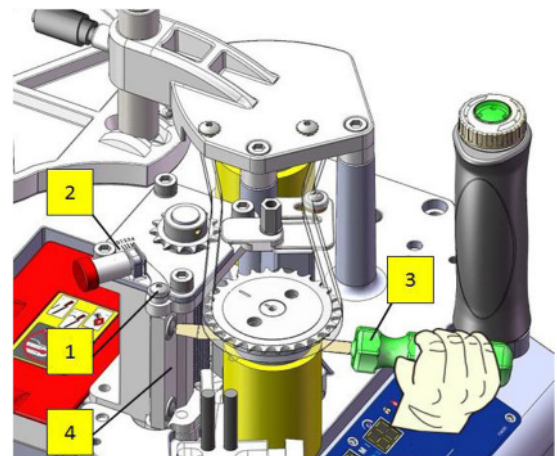

Abb. 17: Zurücksetzen der Abziehklinge
Schritt 1: Die obere Abdeckung des Geräts abnehmen und die Innensechskantschraube (1) lösen.
Schritt 3: Die Abziehklinge (4, Abb.17) mit einem Schraubenzieher zum Anschlag schieben und anschließend die Innensechskantschraube (1) festziehen.